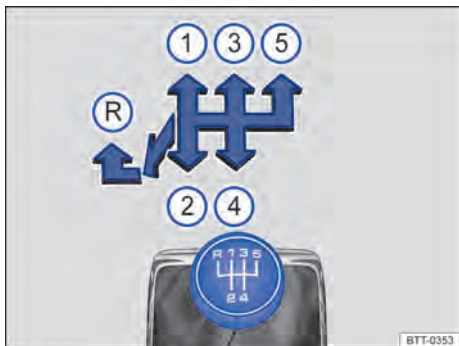

Fig. 87 Esquema de troca de marchas da transmissão manual de 5 marchas.
As posições de cada marcha estão representadas na alavanca de troca de marcha → **Fig. 87**.
- Empurrar a alavanca de troca de marcha totalmente para a esquerda e depois para frente até a posição da marcha a ré → **Fig. 87** **®**.